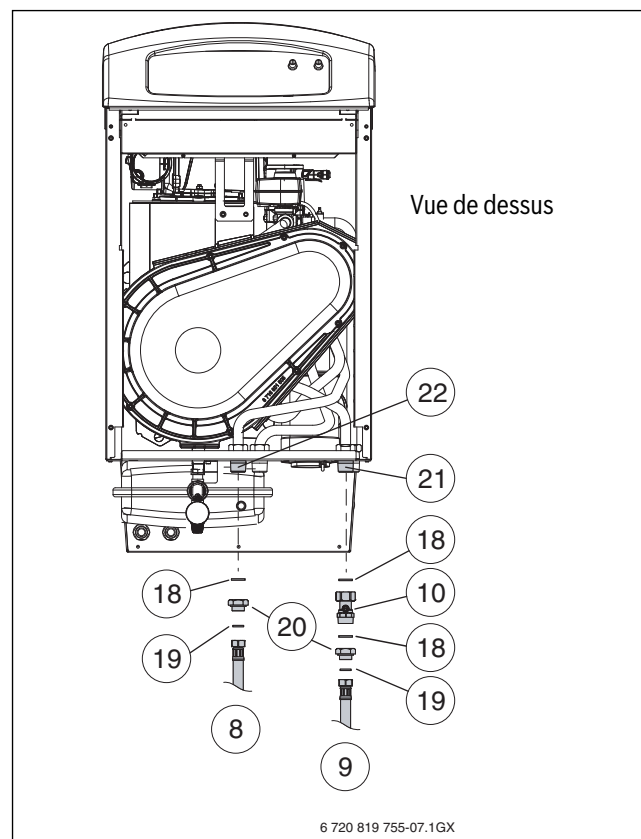

Fig. 9
- ▶ réaliser le raccordement des 2 flexibles [8] et [9] sur la chaudière (→ chapitre 5.3, fig. 9, page 11).